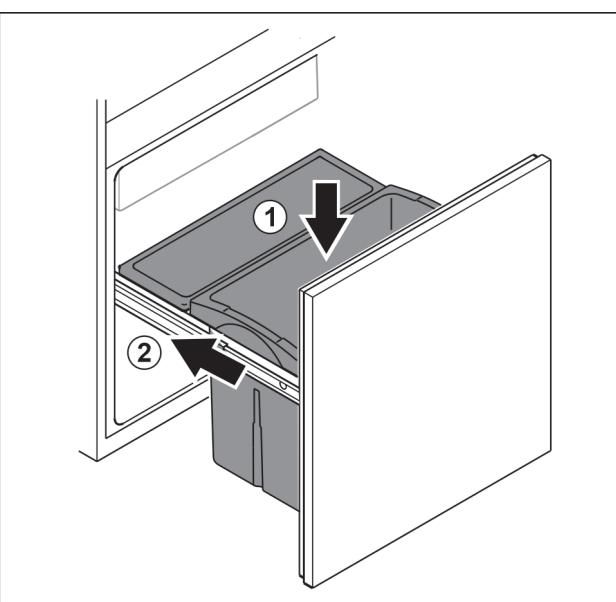

Fig. 81
- Вставити висувний ящик зверху. Fig. 81 (1)
- Вставити витяжний візок. Fig. 81 (2)